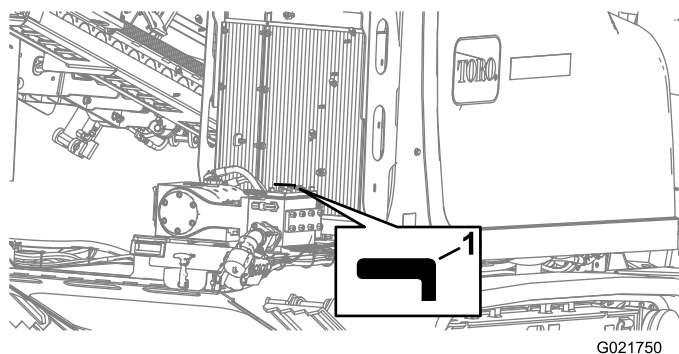

Рисунок 154
4. Поверните клапан бурового раствора в положение «Выкл.» (Рисунок 154).